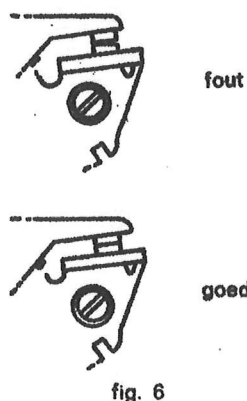

fig. 6
- contactpunten moeten worden vervangen, wanneer zij zodanig zijn ingebrand, dat zij met behulp van een contactpuntenvijl niet meer vlak te krijgen zijn. Contactvlakken goed vetvrij maken en na de montage controleren of zij goed op elkaar liggen (fig. 6). Dit laatste kan worden bereikt door het verstelbare contactpunt met behulp van een tang te richten. Voorzie het draaipunt van de hamer en het smeerviltje van één druppel olie en controleer of de isolaties van de hamerveer op de juiste plaats zijn aangebracht, zodat de veer nergens massa-sluiting maakt.